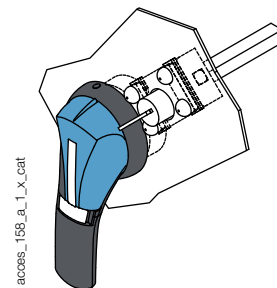

Рис. 2
- использование замка RONIS EL11AP или CASTELL K для выносного фронтального управления (Рис. 2);